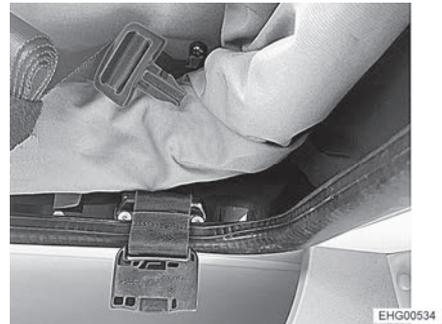

Fig. 68 Hebilla abierta
- Cerrar y apretar ambas hebillas (Fig. 68).